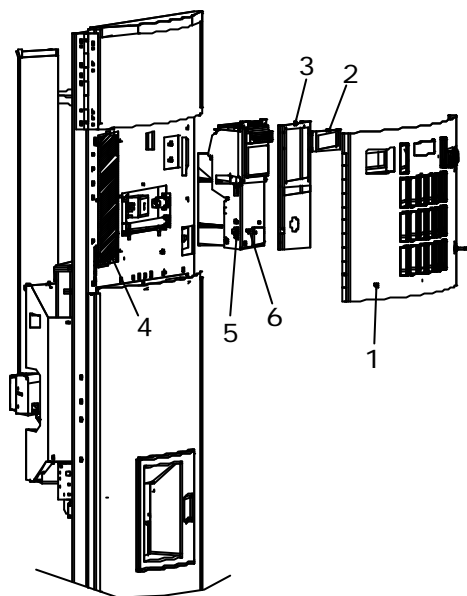

figura 6.10.4
- Conectar el mazo billettero a la tarjeta de control cod.-88001571 en cualquiera de los dos conectores de seis vías que se indican en la figura 6.10.4.1. Sacar dicho mazo de cables y volver a colocar su tapa correspondiente. Sujetar el mazo del billettero con el resto de cables que salen del conjunto tarjeta y pasarlo por la puerta hasta conectarlo con el billettero.